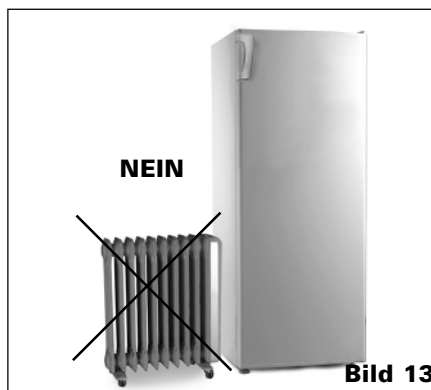

Bild 13
- Gerät nicht im Bereich einer Wärmequelle (Heizkörper oder Küchenherd usw.) aufstellen (Bild 13).